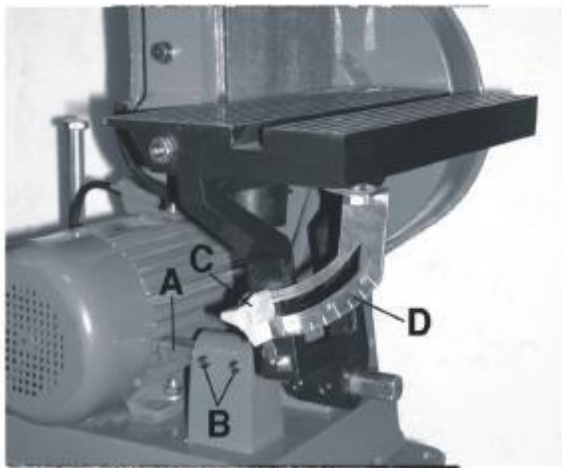

Рис. 14
1. Снять узел наклоняемого стола из положения установки у шлифовального диска и переставить его, как показано на рис. 14.
2. Установить наклоняемый стол на расстоянии максимум 1/16 дюйма от шлифовальной ленты и затем закрепить опорный вал (А), рис. 14, затянув два установочных винта (В).
Стол можно установить с углом наклона от 0° до 45° путём ослабления рукоятки (С) фиксации стола, рис. 14, наклона стола на требуемый угол, указываемый на шкале (D) стола, и затягивания рукоятки фиксации. Проверить правильность требуемого угла, перпендикулярность стола ленте выверить комбинированным угольником. Для перестановки указателя угла ослабить винт указателя и переставить его.